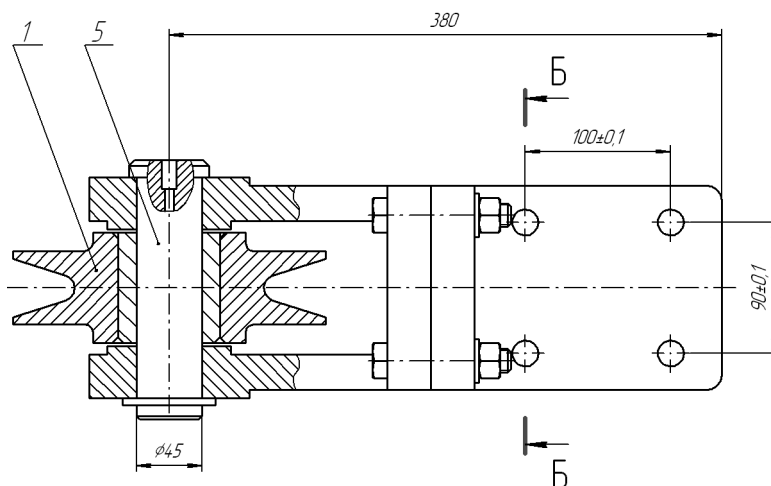

Рис. 53.29. Простановка обозначений позиций
2. Проставьте обозначение позиции для сборочной единицы *Ролик*, как это показано на рис. 53.29.